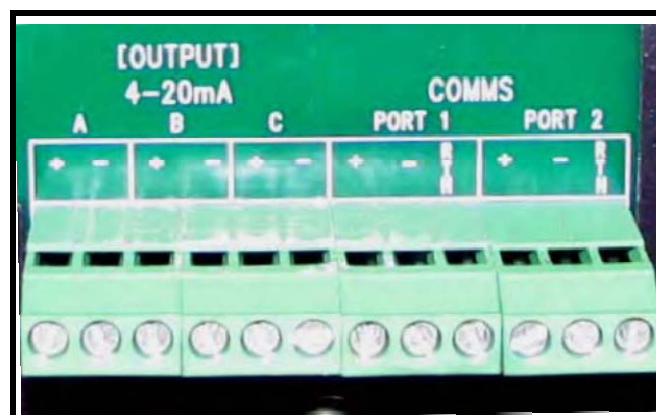

図28：入出力接続
- RS-232 で使用する場合、RS-232 の TXD を(+)に、RS-232 の RXD を(-)に、RS-232 の GND を RTN に接続します（図 28 を参照）。